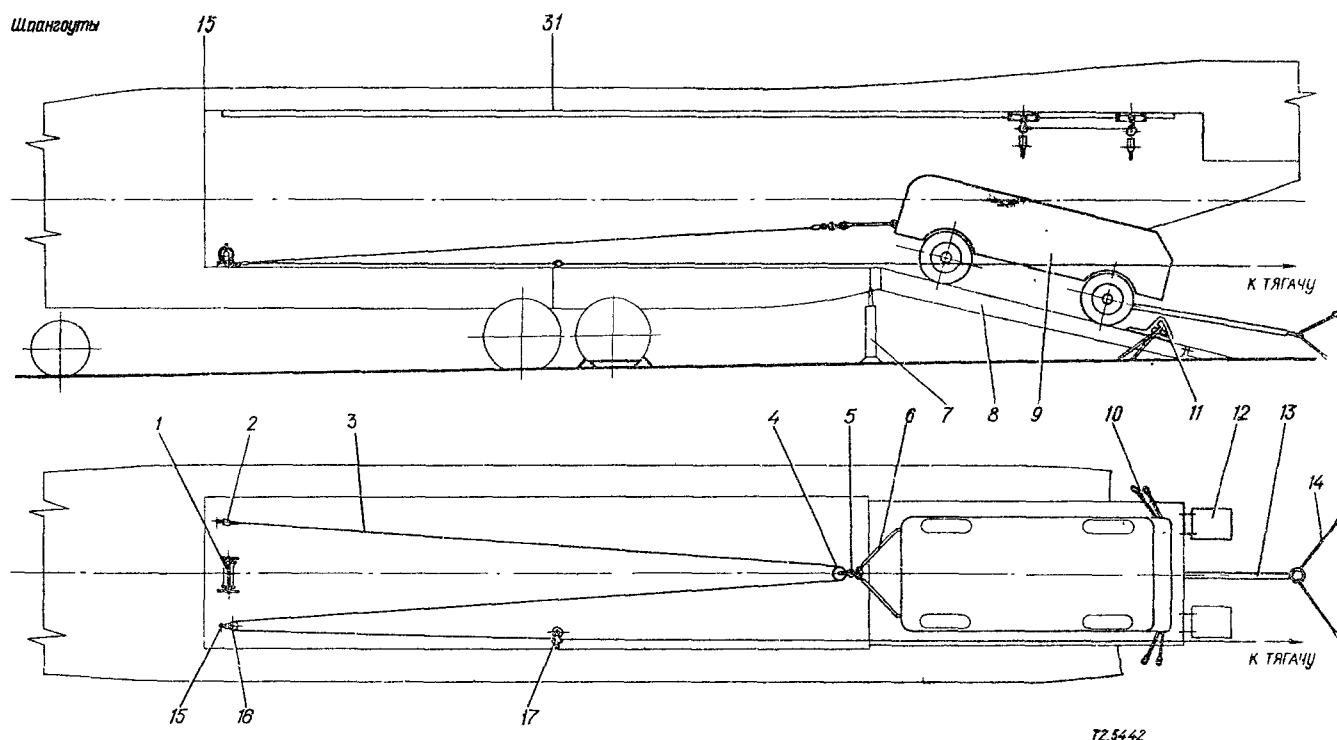

РИС. 10. СХЕМА ПОГРУЗКИ НЕСАМОХОДНОЙ КОЛЕСНОЙ ТЕХНИКИ ТЯГАЧОМ:
- установите наезды 12 (см. рис. 10) в походное положение и закройте грузовой люк;
- установите наезды 12 (см. рис. 10) по колее выгружаемой техники;